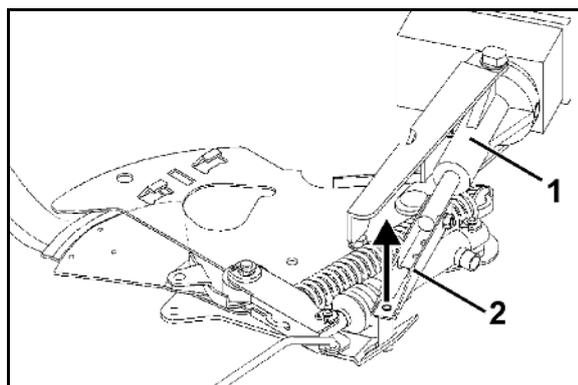

図 14
4. サーボモーター (図 14/1) を持ち上げ、プッシュロッド (図 14/2) をドージングシャッターのプラグ接続部から外します。